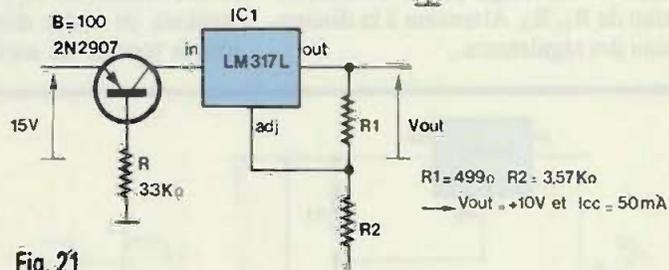

Fig. 21
**LIMITATION AMONT DU COURANT DE SORTIE (fig. 21)**